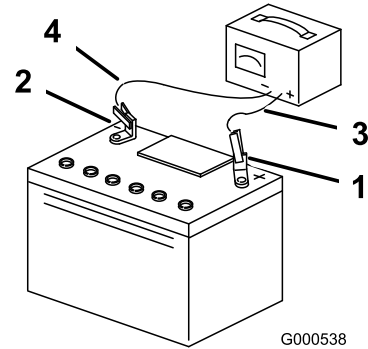

Bild 47
3. Ziehen Sie, wenn die Batterie voll geladen ist, den Stecker des Ladegeräts aus der Dose. Klemmen Sie dann die Klemmen des Ladegeräts von den Batteriepolen ab (Bild 47).